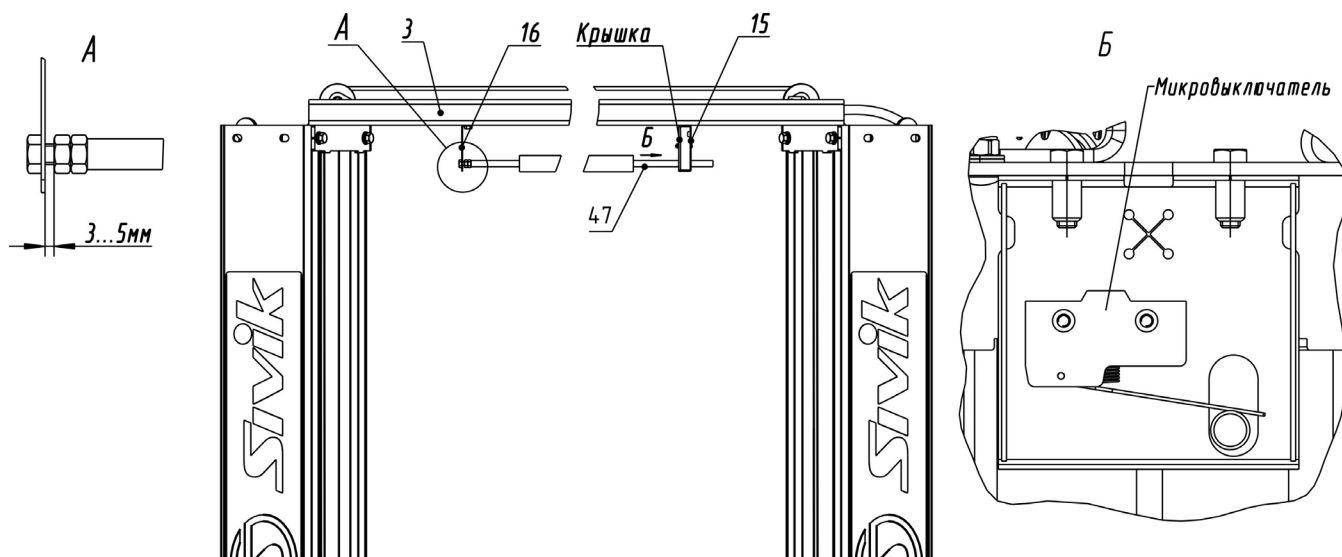

Рисунок 6.8 – Системы автоматического отключения привода насосной станции при касании автомобиля ограничительной дуги
6.12.2 Установить на перекладину 3 кронштейны 15 и 16 с помощью болтов М6х20 и гаек М6 (рисунок 6.8). Ограничительную трубку 47 продеть через кронштейн 15 (при этом флажок микровыключателя должен быть над ограничительной трубкой) (рисунок 6.8 вид Б). Другой конец ограничительной трубки закрепить с помощью болта М8х25 и контргайки
М8, выдержав зазор 3...5мм между контргайкой и кронштейном 16 (рисунок 6.8 вид А). Короткий кабель, выходящий из кронштейна 15 соединить с длинным кабелем, идущим в пульт управления. Кабель с помощью пластиковых хомутов закрепить к рукаву так, чтобы кабель не касался системы тросов.